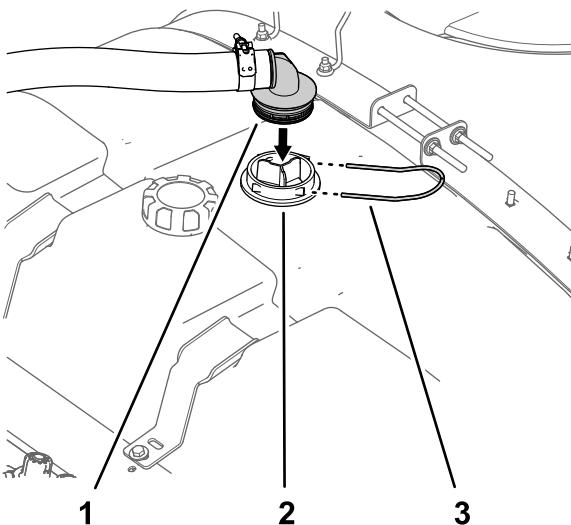

Figure 18
1. Placez le raccord à 90° cannelé du flexible d'alimentation en face du boîtier de la crêpine d'aspiration (Figure 18).
2. Fixez le raccord à 90° au boîtier (Figure 18) à l'aide de l'étrier que vous avez retiré à l'opération 1 de Dépose du réservoir de rinçage (page 6).